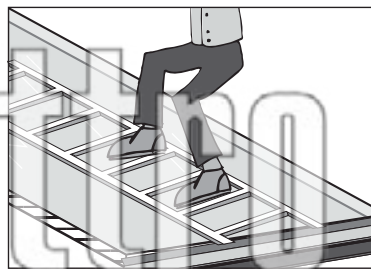

Рисунок 23. Осторожно!
1. При установке листов NOVATTRO®, учтите что лист не пригоден для того, чтобы выдерживать вес человека. Всегда используйте лестницу для передвижения по листам NOVATTRO® и кровлям любого типа (Рисунок 23.).